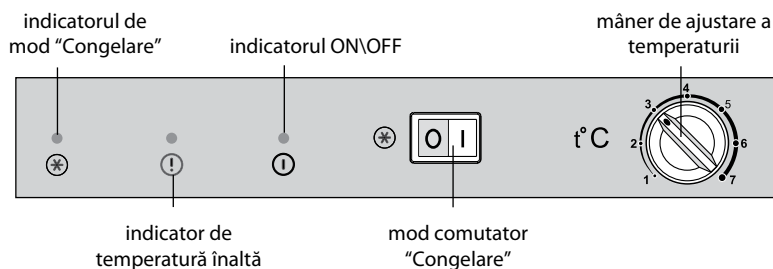

Figura 3 – Controalele congelatorului
**2.1.1** În conformitate cu figura 3 congelatorul are următoarele controale de gestionare:
**2.2.1** Congelatorul se aprinde când îl conectați la rețeaua electrică folosind mânerul respectiv, în conformitate cu figura 3.
**2.3.1** Reglarea temperaturii în congelator se face cu ajutorul mânerului așa cum este arătat în Figura 3. După reglare, temperatura în congelator se menține în mod automat.
**2.4.1** Activarea modului "Congelare" se face prin apăsarea butonului pe «I» – Indicatorul se aprinde. Atunci când apăsați pe "0" indicatorul se stinge, în conformitate cu figura 3.